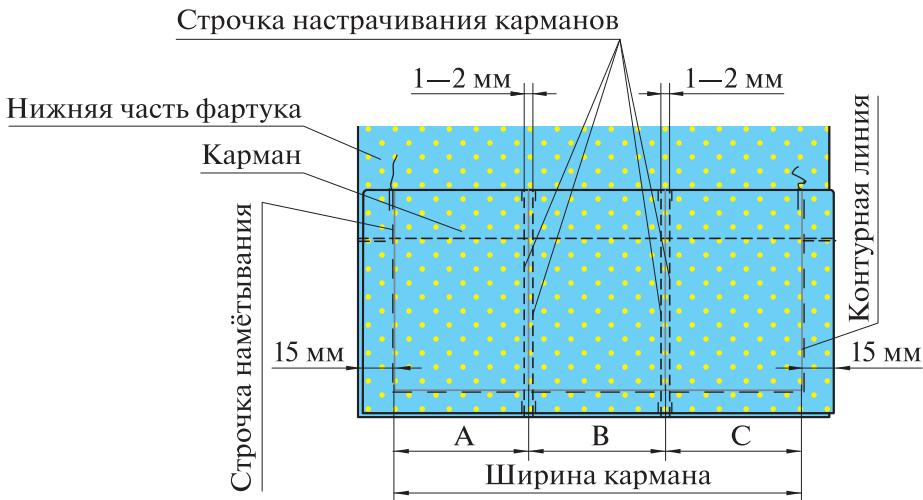

Рис. 6.41. Настрочивание кармана
3. *Наметайте* карман на нижнюю часть фартука точно по контурной линии (рис. 6.41) в соответствии с линиями на выкройке или измерьте, разделите ширину кармана на три равные части (рис. 6.41) и разметьте тонкими меловыми линиями.